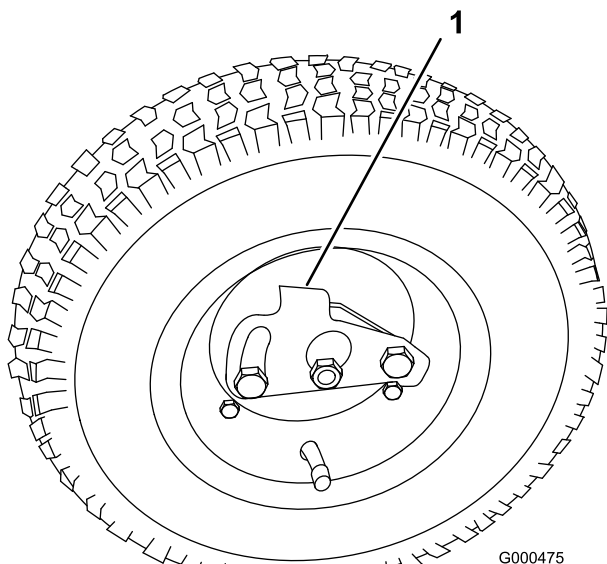

Figura 16
2. Premete la clip di bloccaggio verso il centro della ruota, e collocate quest'ultima sull'albero esagonale (Figura 16).